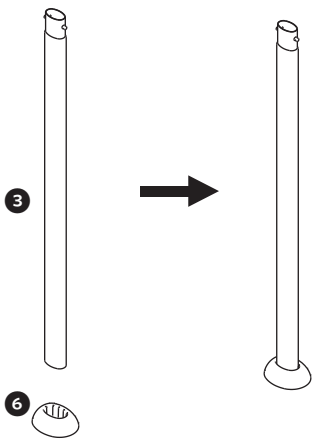

Figure 3
8. Insérez les jambes verticales 3 dans les pieds de jambes 6 (voir la Figure 3).